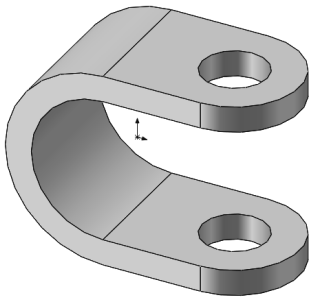

图 5-49 生成组合零件
- [13] 单击【确定】按钮, 生成组合零件, 如图 5-49 所示。